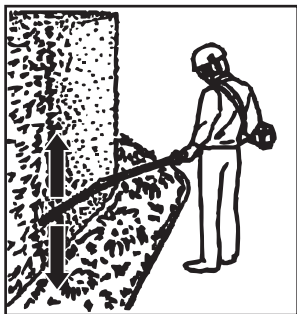

Fig. 27
1. Înainte de utilizare, asigură-te că protecția lamei (16) este scoasă și acumulatorul (32) este montat.
5. Ține întotdeauna produsul bine cu ambele mâini de manșonul confortabil (7a) al tijei posterioare (7) și de mânerul posterior (1). Nu utiliza niciodată produsul cu o singură mână.
7. Taie mai întâi pe ambele părți, de jos în sus. Astfel, resturile tăiate nu vor cădea acolo unde urmează să tai (fig. 27).